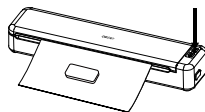

图3
5. 然后按真空密封键，机器会自动完成抽真空和密封，如图3；